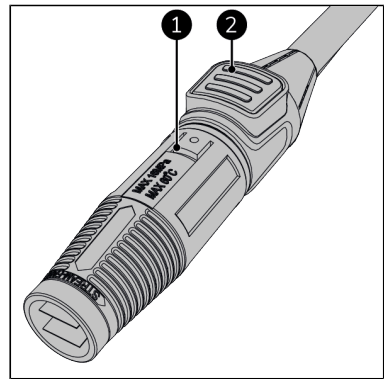

Abbildung 56.
15. Entfernen Sie die Düse oder den Bodenreiniger (Abbildung 56, Pos. 1) indem Sie den Entriegelungsknopf (Abbildung 56, Pos. 2) an der Strahlpistole drücken.